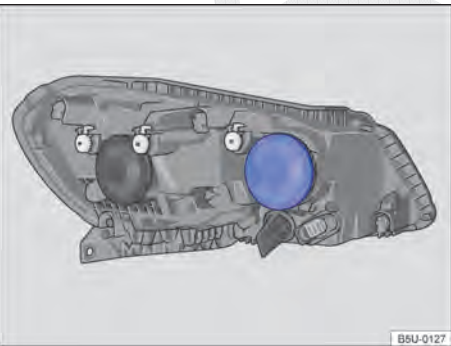

Fig. 186 No compartimento do motor: localização da lâmpada incandescente do farol alto / longo alcance e luz de posição.
3. Remover a cobertura de borracha na parte traseira do farol ⇒ Fig. 186.